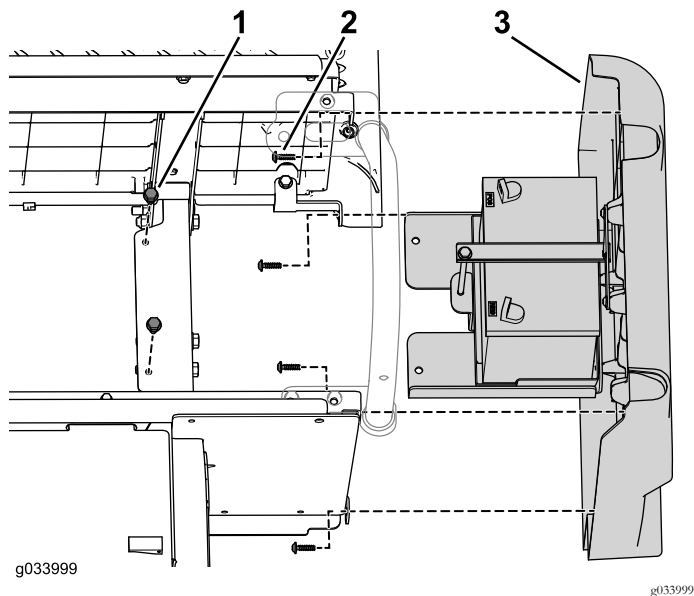

图11
- 卸下将电池托盘固定到机架上的 2 个凸缘头螺栓 5/16 x 3/4 英寸并使用 T30 套筒扳手下卸固定右侧板的 4 个梅花头螺丝 M6.0 x 22mm 然后取下右侧板图11。
注意 如图11所示电池与右侧板一块脱离。